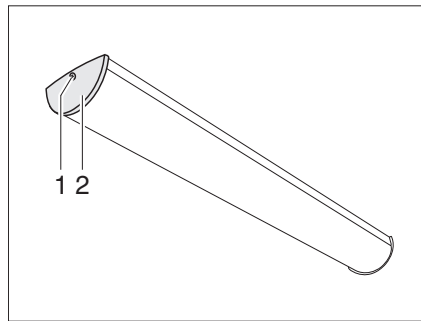

Fig. 258 Eclairage de la cellule
- Dévisser la vis (Fig. 258,1) et retirer le couvercle (Fig. 258,2).